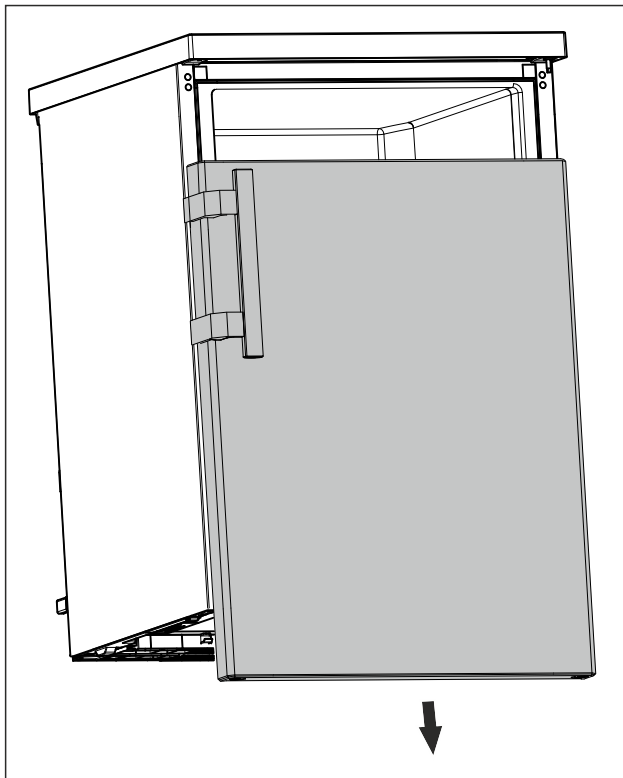

Fig. 12
- ▶ Зніміть дверцята в напрямку вниз. (див. Fig. 12)